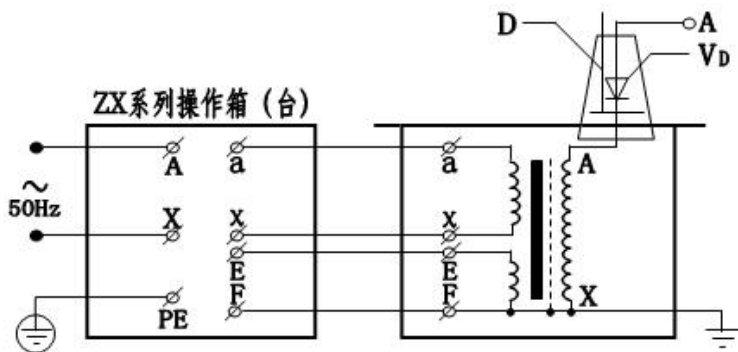

图 3 变压器交流耐压工作原理图
1.YDJ (Z) 系列交流试验变压器交流耐压工作原理图，见图 3。